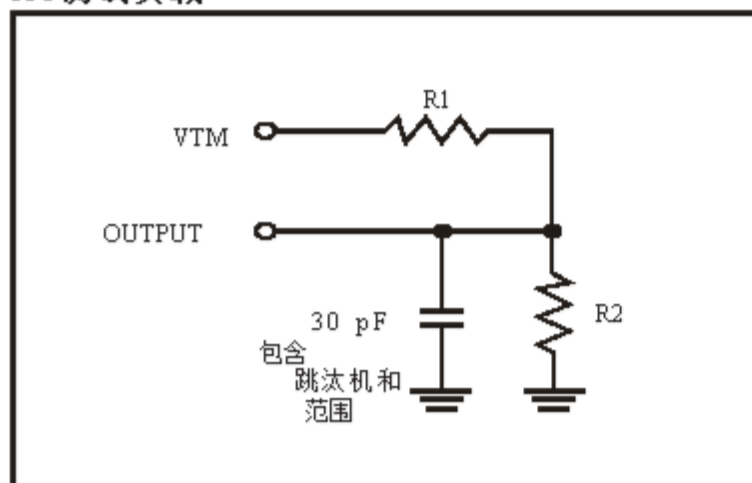

图1
1. 测试条件假定信号转换时间为 5 ns 或更短, 定时参考电平为 0.9V / 1.5V, 输入脉冲电平为 0.4 到 V_{DD} - 0.2V / 0.4V 至 V_{DD} - 0.3V 以及图 1 中指定的输出负载。
1. 测试条件假定信号转换时间为5 ns或更短, 定时参考电平为0.9V / 1.5V, 输入脉冲电平为0.4到V DD -0.2V / 0.4V至V DD -0.3V以及图1中指定的输出负载.